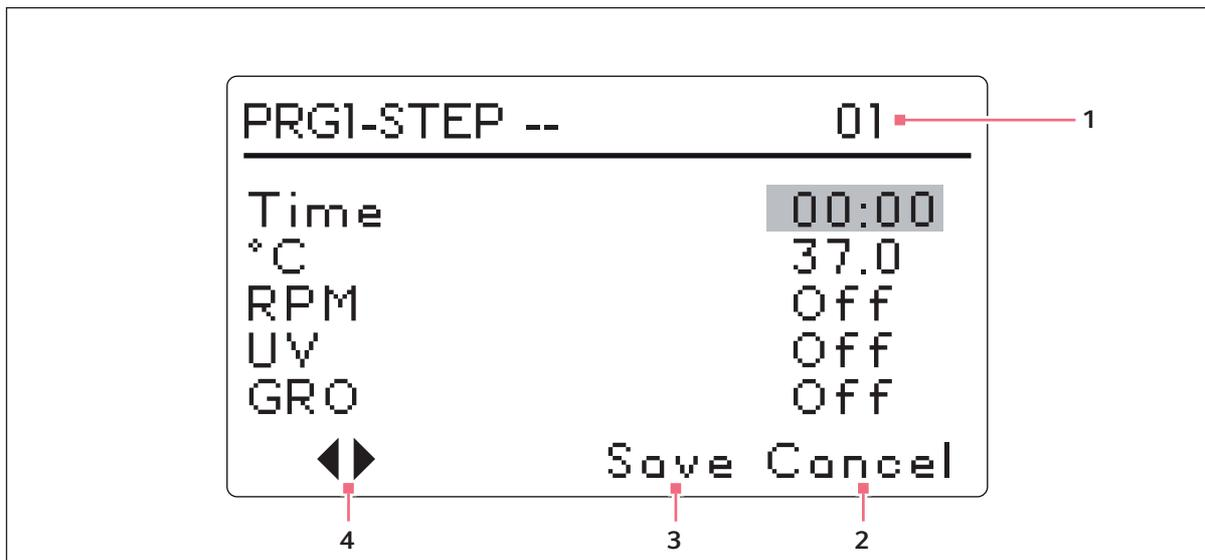

Fig. 5-12: Programma 1, passaggio 1
2. Ruotare la manopola di controllo finché il campo non indica **New**. Far scattare la manopola di controllo premendola per selezionare questa modalità. La schermata per il programma 1 - passaggio 1 si aprirà (vedi Fig. 5-12 a pag. 57):